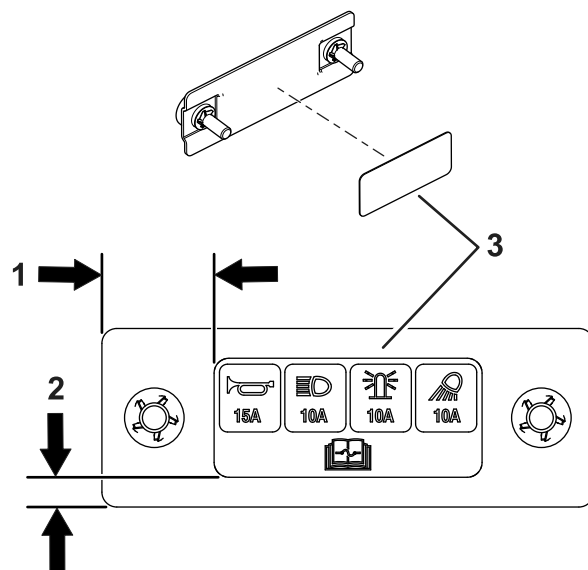

Bild 11
12. Bringen Sie den Aufkleber auf die Sicherungsabdeckung an, wie in **Bild 11** dargestellt.